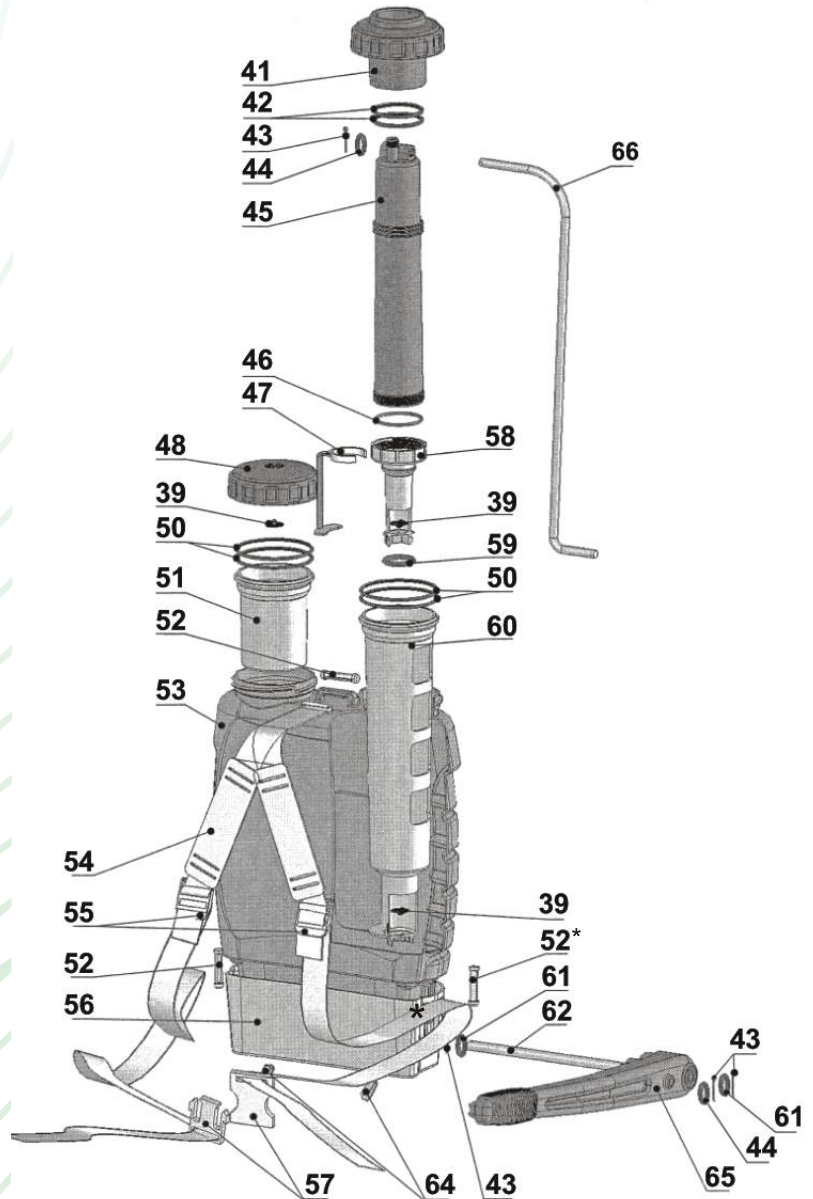
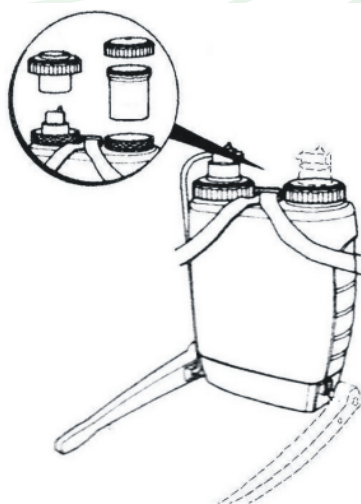
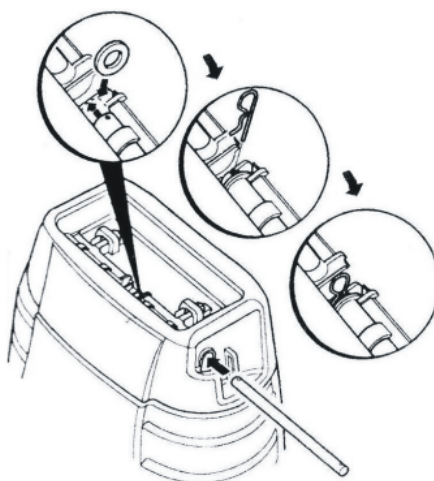
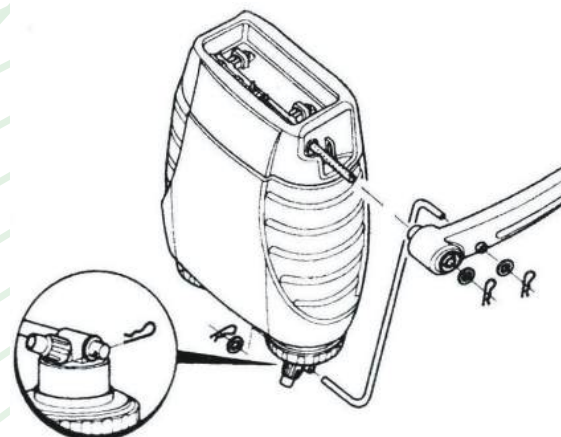

Рис.7
Рис.8
Рис.9
Рис.10
Опрыскиватель поставляется подготовленным к работе правой рукой, однако его можно легко переоборудовать для управления левой. Для этого нужно поменять местами насосный агрегат и узел наполнения опрыскивателя, как показано на рис. 8.
Установите вал (62), см. рис.7 в отверстие поддона со стороны узла насоса, не досылая до упора несколько миллиметров. Наденьте на него шайбу Ø12 мм (61) и протолкните до упора. В отверстие на валу вставьте шплинт (43) до упора. Зафиксируйте его, закрепив вал на поддоне. Операции производите согласно рис. 9. Вставьте шатун (66) в отверстие верхней части узла насоса. На выступающий край шатуна наденьте шайбу Ø10 мм (44). Закрепите шатун шплинтом, установив его в отверстие. Установите рычаг (65) на шатун и вал одновременно. Установите шайбы соответствующего диаметра и шплинты, как показано на рис.10.
Для ОГ-115: Соберите ремень, как показано на рис. 7. Закрепите ремень с наплечными пластинами на верхней части опрыскивателя: для этого пропустите петлю на конце ремня сквозь «ухо» в бачке и закрепите его осью (52). Аналогично закрепите боковые ремни осями (52) в петлях, расположенных по бокам поддона (56). Отрегулируйте длину ремней индивидуально.
Для вновь собираемого опрыскивателя следуйте стандартной сборочной процедуре (рис. 9, 10 и 11), таким образом, чтобы рычаг (65) насоса был расположен с правой стороны бачка опрыскивателя, как на рис. 8.